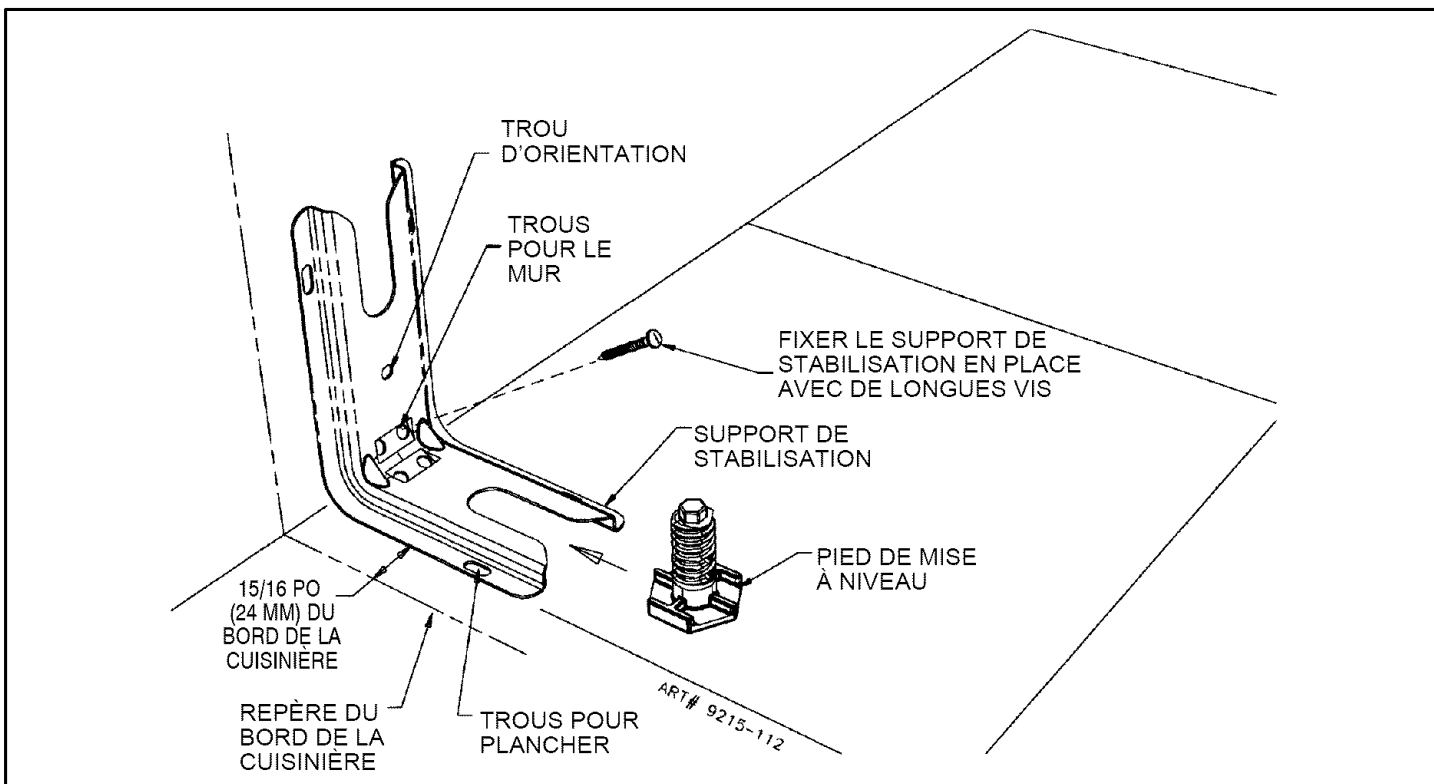
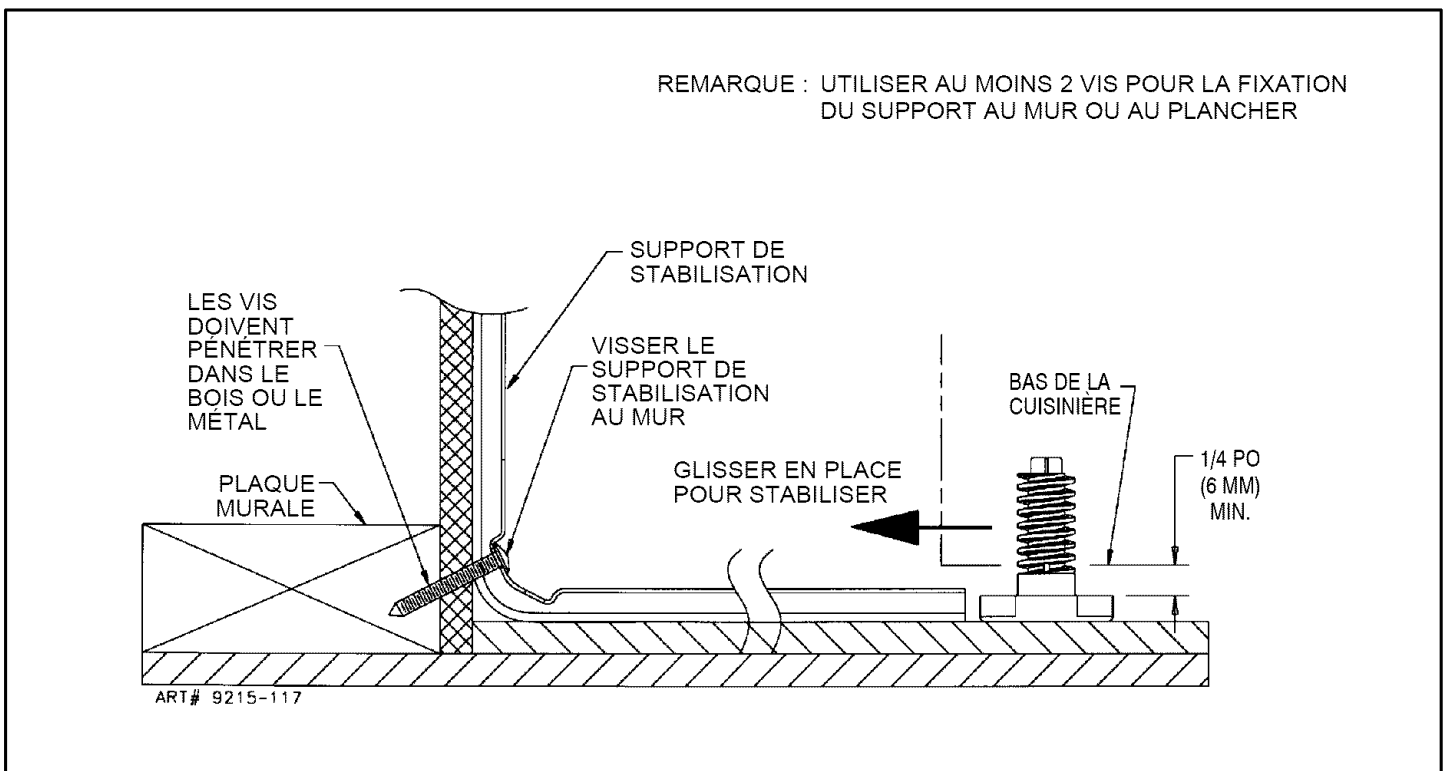

FIGURE 3
FIGURE 4
ÉTAPE 1 - Emplacement du support de stabilisation (voir figure 3).
- Placer le SUPPORT à 15/16 po (24 mm) de la marque du « BORD » en allant vers le centre de l'ouverture et contre le mur arrière tel qu'indiqué à la figure 3, le trou d'orientation étant contre le mur.
- Utiliser le support comme gabarit et marquer l'emplacement des trous pour le type de matériau sur lequel le support doit être fixé, tel qu'indiqué à la figure 3.
- Plancher : Déterminer le centre des deux trous identifiés par « TROUS POUR PLANCHER » à la figure 3. Percer un trou de positionnement de 1/8 po (3 mm) au centre de chaque trou (un clou ou un poinçon peut également être utilisé si une perceuse n'est pas disponible). Fixer le support de STABILISATION au plancher à l'aide des deux vis fournies. Passer à l'ÉTAPE 3.
- Mur : Déterminer le centre des deux trous identifiés par « TROUS POUR MUR » à la figure 3. Percer un trou de positionnement de 1/8 po (3 mm) au centre de chaque trou (un clou ou un poinçon peut également être utilisé si une perceuse n'est pas disponible) tel qu'indiqué à la figure 4. Fixer le support de STABILISATION au mur à l'aide des deux vis fournies tel qu'indiqué à la figure 4. Passer à l'ÉTAPE 3.
- On trouve des vis convenant au ciment ou au béton dans les quincailleries. Percer les trous de positionnement de la grandeur correspondante à celle des vis obtenues en quincaillerie au centre des trous identifiés « TROUS POUR PLANCHER » à la figure 3. Fixer le support de STABILISATION au plancher. Passer à l'ÉTAPE 3.
- B. Placer la cuisinière de façon à ce qu'elle puisse entrer dans l'ouverture et la pousser en place. Remarque : un dégagement minimum de 1/4 po (6 mm) est exigé entre la cuisinière et le pied de mise à niveau qui va s'insérer dans le support de STABILISATION (voir figure 4).